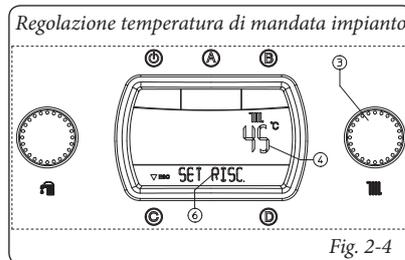

Fig. 2-4
- **Inverno (2):** in questa modalità la caldaia funziona sia in riscaldamento acqua calda sanitaria che riscaldamento ambiente. La temperatura dell'acqua calda sanitaria si regola sempre tramite il selettore (1), la temperatura del riscaldamento si regola tramite il selettore (3) e la relativa temperatura viene visualizzata sul display (24) mediante l'indicatore (4) e compare l'indicazione "SET RISC." (Fig. 2-4). Ruotando il selettore (3) in senso orario la temperatura aumenta e antiorario diminuisce.